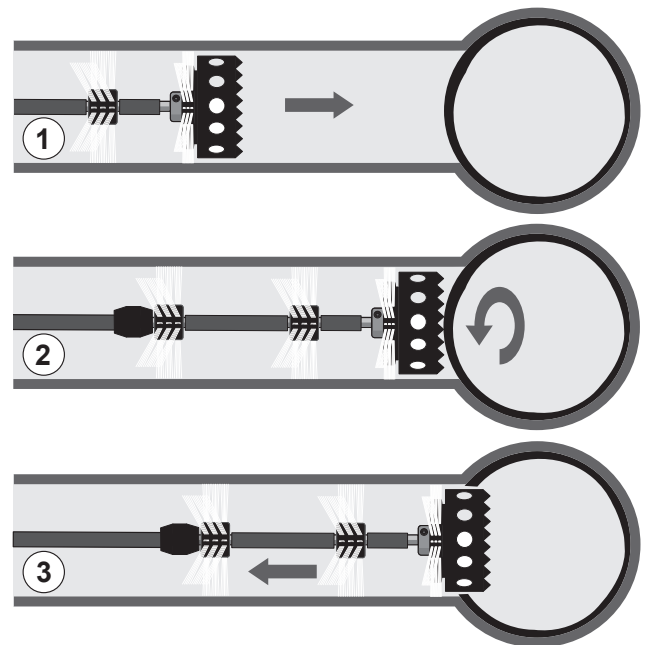

Figura 17 – Operación de rehabilitación
1. Sin que esté rotando el cable, avance la cortadora hasta la zona de rehabilitación ❶. *Vea la Figura 17.*